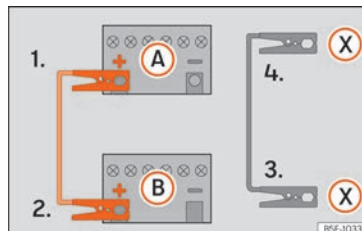

Abb. 81 Anschlusschema für Fahrzeuge mit Start-Stopp-System.
- 4b. Bei Fahrzeugen mit Start-Stopp-System: ein Ende des schwarzen Starthilfekabels (X) an einen geeigneten Masseanschluss, ein massives, fest mit dem Motorblock verschraubtes Metallteil oder an den Motorblock selbst anklammern » » » Abb. 81.
5. Klemmen Sie das andere Ende des schwarzen Starthilfekabels (X) im Fahrzeug mit der entladenen Batterie an ein mit dem Motorblock verschraubtes, massives Metallteil oder an den Motorblock selbst, aber so weit wie möglich von der Batterie (A) entfernt an.